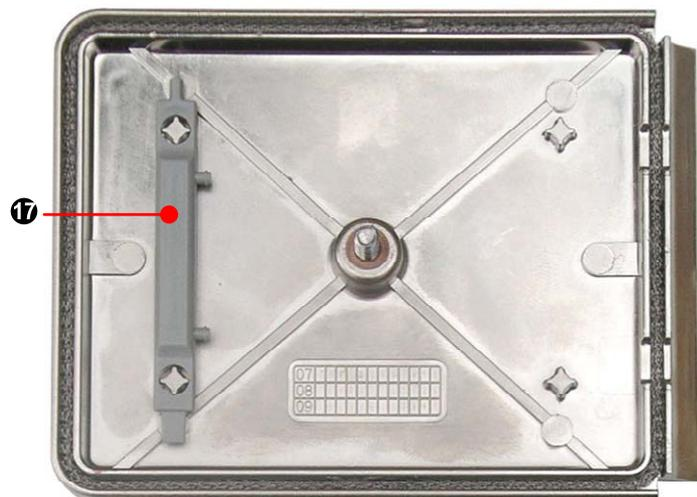

Abbildung 7
Am Deckel ist die Einstellhilfe (17) für die Bedienung der Drehschalter stationiert (siehe Abbildung 7).